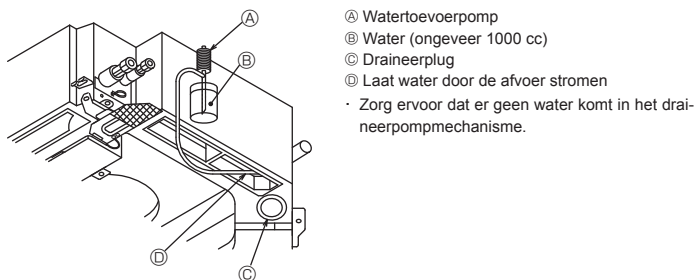

Fig. 7-8
7.4. Controle van de drainage (Fig. 7-8)